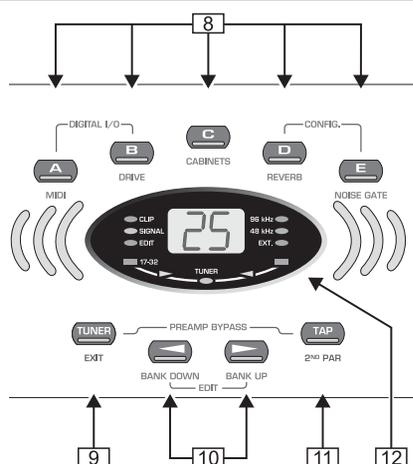

Fig. 2.2 : Face avant du V-AMP PRO (2^{nde} partie)
- Lorsque la touche TAP [11] (voir Fig. 2.2) est enfoncée, le bouton TREBLE se transforme en commande de PRESENCE. Elle permet de contrôler un filtre hautes fréquences accordé en fonction de du modèle d'ampli actif simulant le couplage des amplis à lampes en fonction des fréquences.**